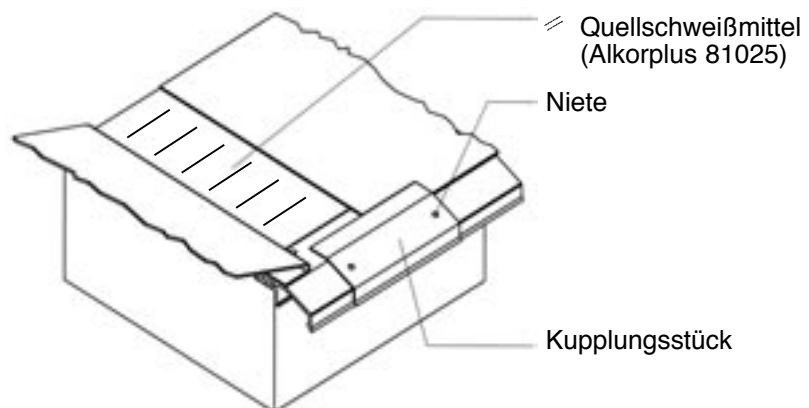

Abb. 11: Abdichtung der Gerätetrennstellen
4. Gerätetrennstellen abdichten (vgl. Abb.11).